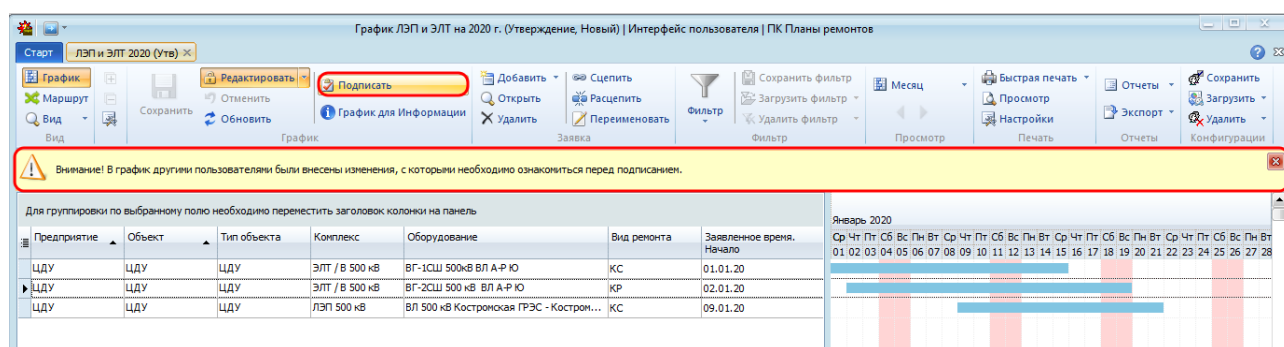

Рисунок 10.70 – Отображение информации о внесении изменений в график
- если на момент подписания в график были внесены изменения другим пользователем, то выводится сообщение о том, что в график были внесены изменения. Для обновления информации по заявкам необходимо нажать кнопку « Обновить» (Рисунок 10.70);